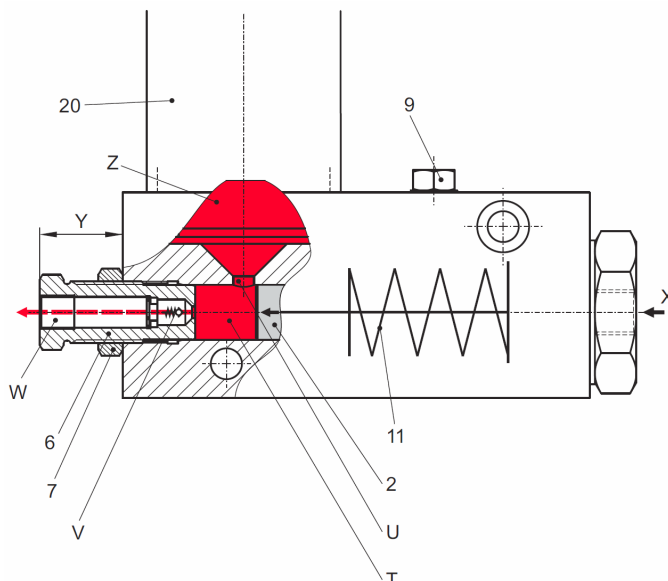
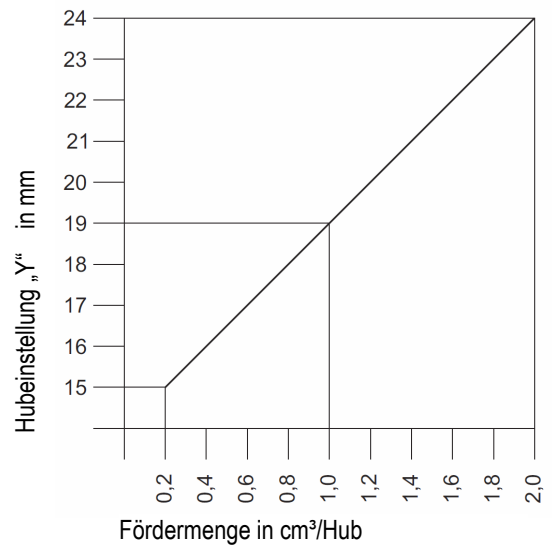

Abb.2
Abb.3
Für die Schmierstoffleitung ist eine Hochdruckleitung mit Schlauchanschlüssen in die Verschraubung am Schmierstoffauslass (W, Abb.2) zu montieren.
Legen Sie eine Bypass-Leitung vom Hydrauliksystem des Trägergerätes zum Hydraulikanschluss des Gerätes (X, Abb.2).
Die Fördermenge kann an der Stellschraube (6, Abb.2) stufenlos in einem Bereich von 0,2 bis 2,0 cm3/Hub eingestellt werden. Bei Auslieferung ist die Fördermenge auf 2,0 cm3/Hub eingestellt. Das Maß Y bestimmt die Fördermenge des Gerätes (siehe Abb.3).
- Kontermutter (7, Abb.2) lösen
- Fördermenge an der Stellschraube (6, Abb.2) einstellen:
- Fettkartusche (20, Abb.2) gegen den Uhrzeigersinn aus dem Pumpengehäuse (1, Abb.2) drehen.
- Entlüftung erfolgt durch drucklosen Betrieb bei geöffneten Ausgängen des Systems! Entfernen Sie hierzu die Druckleitung von der Stellschraube (6, Abb.2).
- Entlüftungsschraube (9, Abb.2) lockern (die Entlüftungsschraube muss nicht ganz heraus geschraubt werden).
Alle angegebenen Positionen zu Abb.2 (Seite 7)